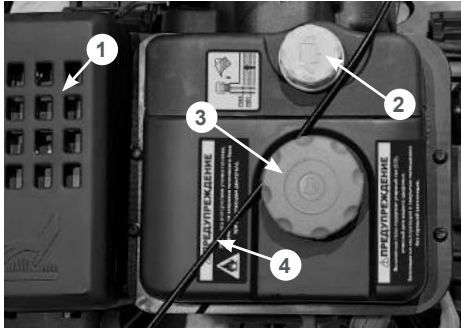

Рис. 24 Расположение троса управления дефлектором жёлоба
- проложите трос управления дефлектором жёлоба так, чтобы при повороте жёлоба в обе стороны трос не касался глушителя и не цеплялся за элементы двигателя, препятствуя повороту жёлоба. Рекомендуется пропустить трос над топливным баком между крышкой топливного бака и крышкой-щупом верхней маслосазливной горловины, как показано на Рис. 24.